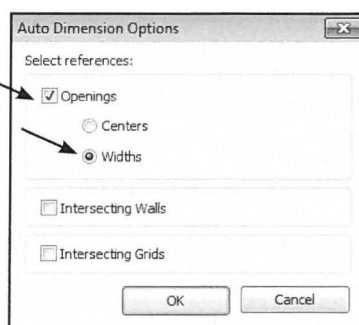

Fig. 12.15. Vælg *Openings* og *Widths*.
- Vælg *Openings* og *Widths* (Fig. 12.15) og derefter *OK*.